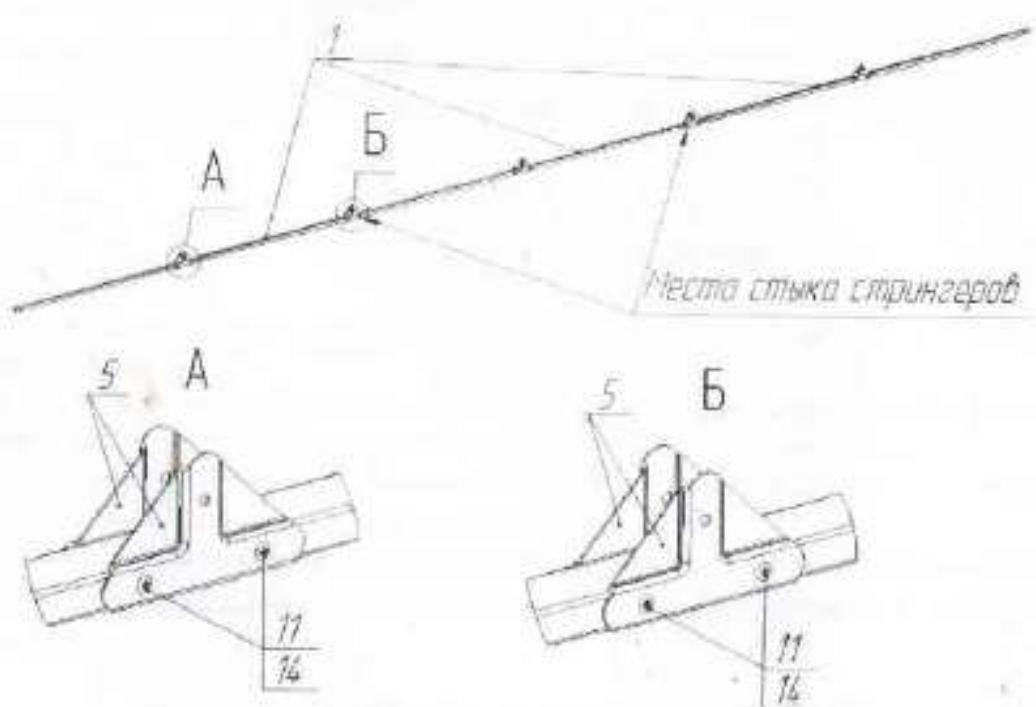

Рис. 3
5.3 Состыкуйте нижние стрингера 1 при помощи треугольных косынок 5. Для теплицы длиной 4м по 2 стрингера, для теплицы длиной 6м по 3 стрингера (рис. 3), для теплицы длиной 8м по 4 стрингера. Закрепите на промежуточных отверстиях треугольные косынки 5.